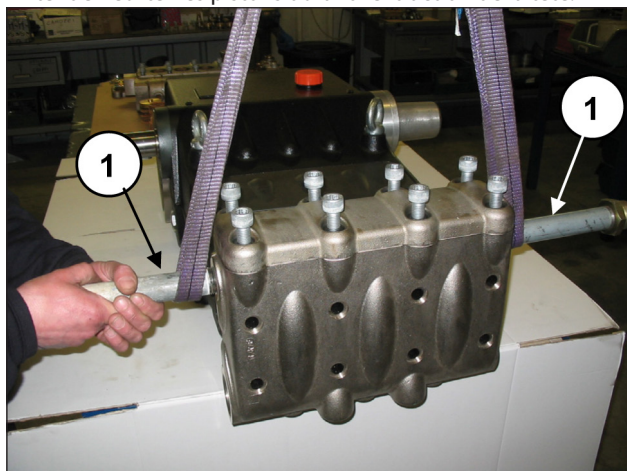
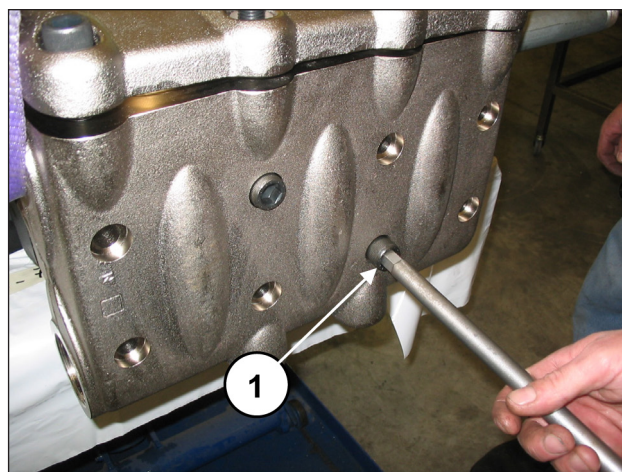

Fig. 104
Fig. 105
Appliquer deux soutiens avec filetage G2" sur les raccords de refoulement de la tête (rep. ①, Fig. 104) puis desserrer les 8 vis M16x150 (rep. ①, Fig. 105).